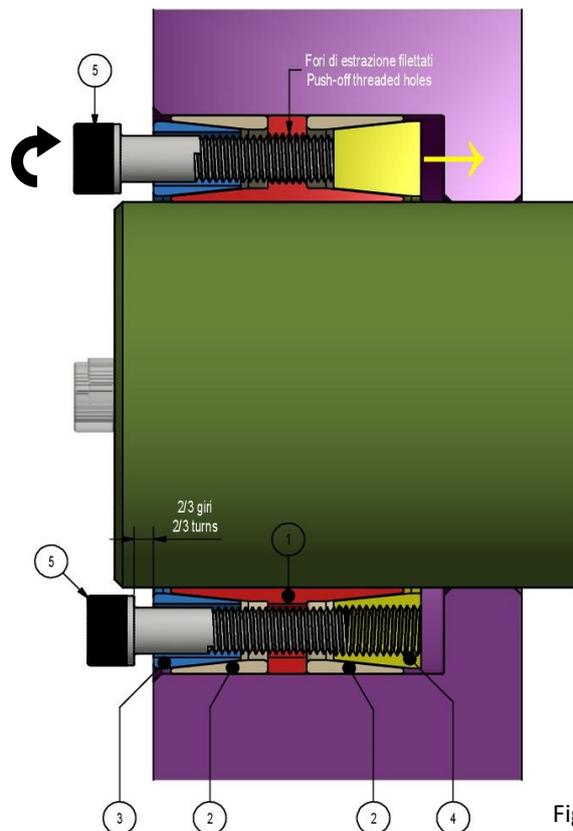

Fig. 4. Sbloccaggio dell'anello doppio-conico posteriore.
2. Allentare tutte le viti di due/tre giri e spostarne un numero corrispondente in tutti i fori filettati dell'anello interno, accessibili mediante corrispondenti fori passanti nell'anello doppio-conico anteriore. Sbloccare l'anello doppio-conico posteriore, avvitando progressivamente le viti in più passate, secondo uno schema a croce, serrando di  $\frac{1}{4}$  di giro circa ad ogni passata (fig. 4).